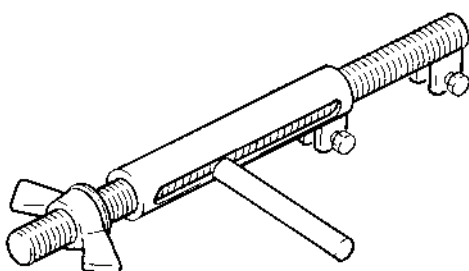

fig. 180
- En échangeant le câble, pour éviter que le ressort de câble ne soit projeté, utiliser **IMPÉRATIVEMENT** un dispositif de serrage de ressort (fig. 180) dispositif auprès du centre de service et d'assistance de DONATI SOLLEVAMENTI S.r.l.
10. Démonter le ressort de serrage -19- avec un dispositif de serrage spécial -T- (fig. 180) et utiliser une pince pour ôter le clip -20- (fig. 188).
9. Démontez le ressort de serrage -19- avec un dispositif de serrage spécial -T- (fig. 180) et utiliser une pince pour ôter le clip -20- (fig. 188).